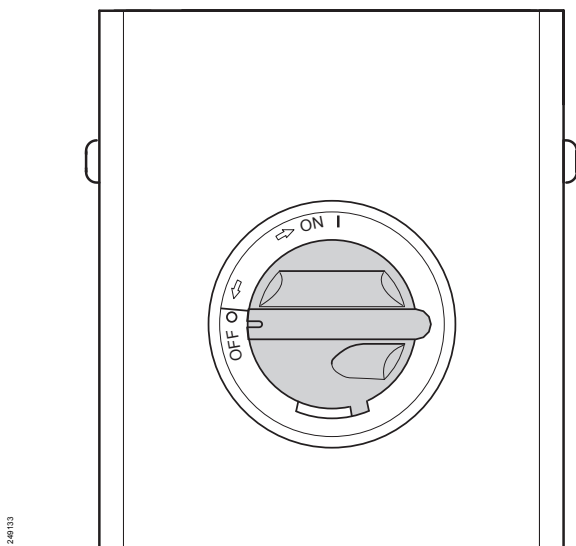

Fig. 17: Brakettbryteren i av-posisjon.
1. Vri brakettbryteren til av-posisjon. Se Fig. 17.